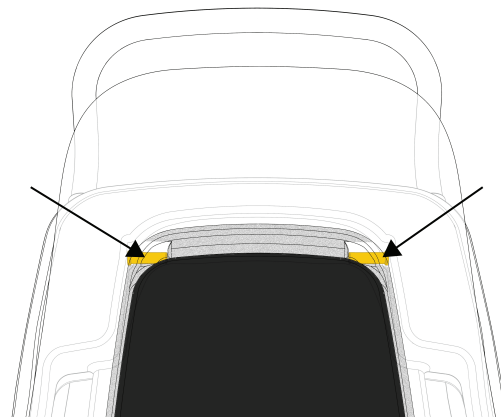

Figura 3 – Pivotes de retención
2. Deslice la cesta sobre los dos pivotes de retención (Figura 3).